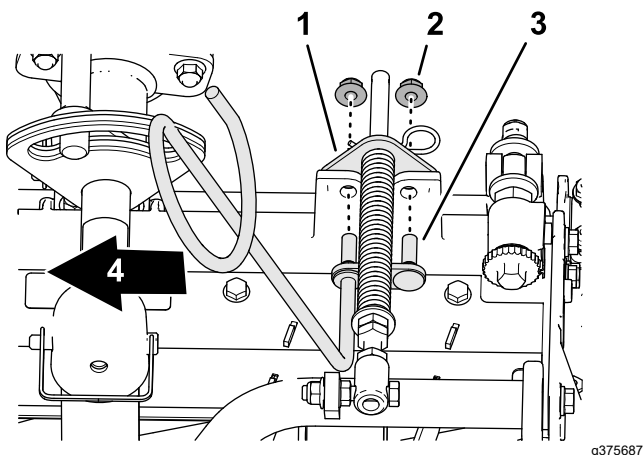

Bild 11
5. Richten Sie die Bolzen der linken Schlauchführung mit den Löchern im Rahmen des Mähwerks und der Halterung der Rasenkompensierung aus (**Bild 11**).